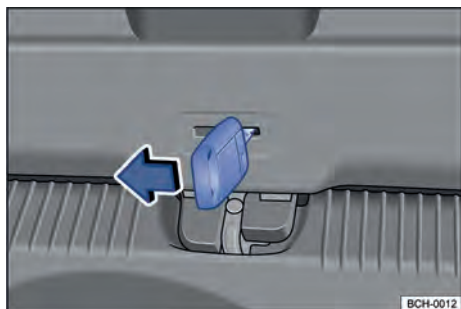

Fig. 61 En el maletero: desbloquear el capó del maletero.
- Introducir el paletón de la llave en la entrecara de llave del capó del maletero → fig. 61 y mover la palanca de desbloqueo en la dirección de la flecha.